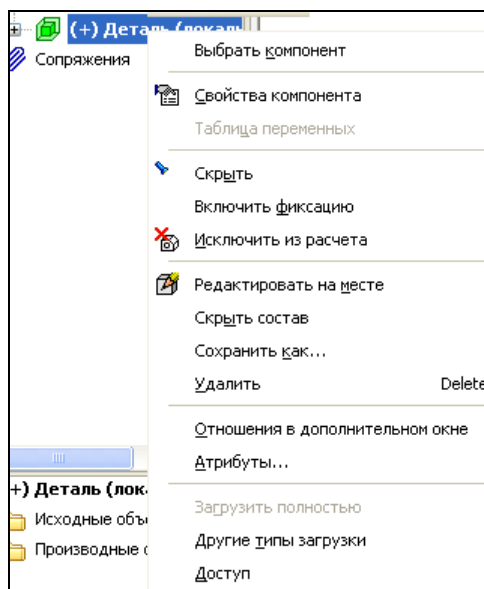

Рис. 4.51. Контекстное меню локальной детали
- ◆ разработчик может управлять отображением в Дереве модели объектов, из которых состоит локальная деталь. Для этого служат команды **Показать состав** и **Скрыть состав** из контекстного меню локальной детали (рис. 4.51);